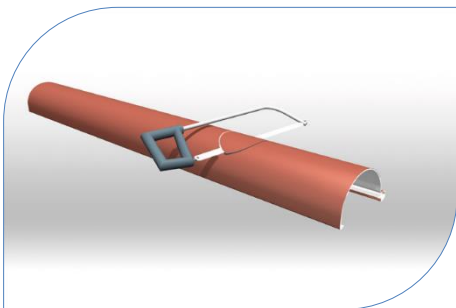

Рис. 13
3.6 У місці, в якому буде змонтована лійка, виріжте круглий отвір в дні ринви діаметром, рівним діаметру труби (рис. 13, 14)